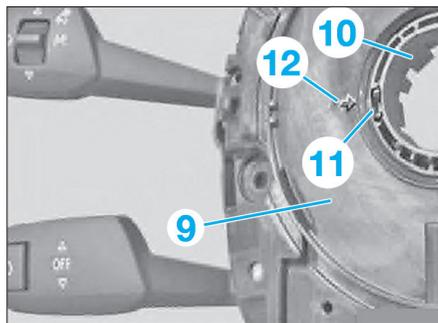

Fig. 10
Ne pas faire tourner la bague (10) (Fig.10). La bloquer pour qu'elle ne tourne pas (par exemple avec un ruban adhésif).
- L'encoche (11) de la bague (10) doit coïncider avec la flèche (12) sur le support des comodos (9) (Fig.10).